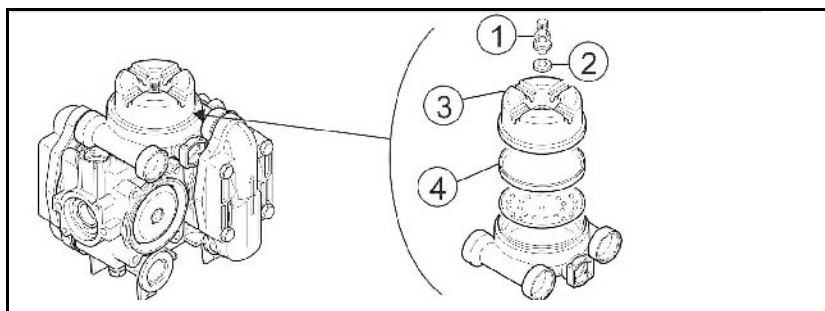

Fig. 202
2. Dacă este cazul, completați cu ulei (maxim până la marcajul (Fig. 202/1) atunci când pompa nu funcționează.
5. Rotiți arborele de antrenare alternativ la dreapta și la stânga și umpleți lent cu noul ulei. Cantitatea corectă de ulei este introdusă atunci când uleiul este vizibil la marcajul (Fig. 202/1).